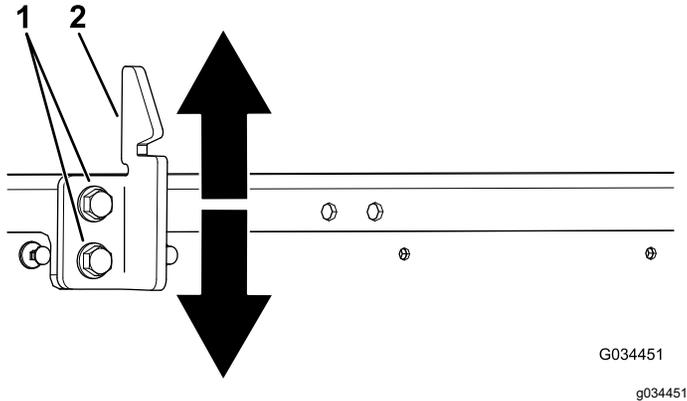

図 55
3. 荷台のラッチストライカのボルト2本をゆるめて、ストライカの上下位置を調整する **図 55**。
4. ラッチストライカのボルト2本を締め付ける **図 55**。